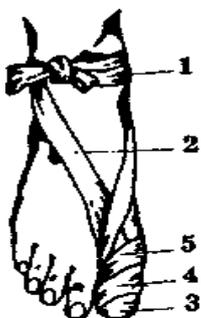

Рис. 11 Бинтование большого пальца стопы
**Повязки на верхнюю и нижнюю конечности.** На кисть и лучезапястный сустав обычно накладывают восьмиобразную повязку (рис. 8). При обширных ранах кисти и пальцев применяют возвращающую повязку (рис. 9). Подобная повязка может быть наложена и на один палец (рис. 10). Предплечье и локтевой сустав закрывают спиральной повязкой (рис. 11). При бинтовании области локтевого сустава руку несколько сгибают. Бинтование начинают с закрепляющих круговых оборотов на предплечье около сустава и постепенно переходят на локоть и плечо, где повязку заканчивают круговыми оборотами.